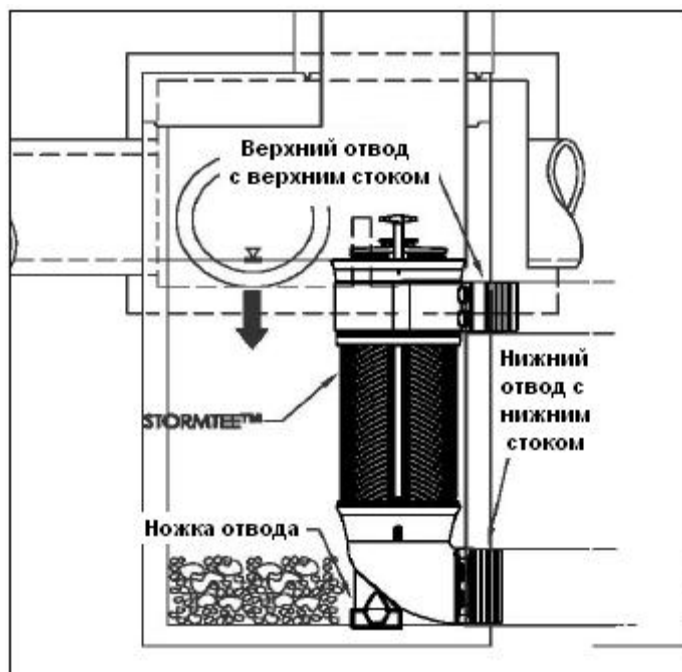

Рис.4.
1. Поместите нижний отводной тройник в нижнее отверстие танка (секции). Основание тройника должно опираться на нижнюю часть танка. (См. Рисунок 4).
Основные положения: Важно, чтобы модуль сепарации был правильно размещен внутри соответствующей секции танка. Расположение модуля и его высота будут напрямую влиять на работу и удобство сервисного обслуживания системы. Если используется двухсекционный танк с фильтром, то модуль сепарации **ДОЛЖЕН БЫТЬ УСТАНОВЛЕН** во второй отсек танка. Модуль сепарации должен быть установлен напротив входной стены и на максимально возможном расстоянии от входного отверстия. Следует предусмотреть возможность удобного доступа для полного сервисного обслуживания (доступ человека) снаружи модуля сепарации, но при этом внутри второго отсека. Отверстие с диаметром как минимум 150 мм **ДОЛЖНО БЫТЬ** расположено над модулем сепарации для осуществления инспектирования и удаления плавающих отходов. (См. Рисунок 4).